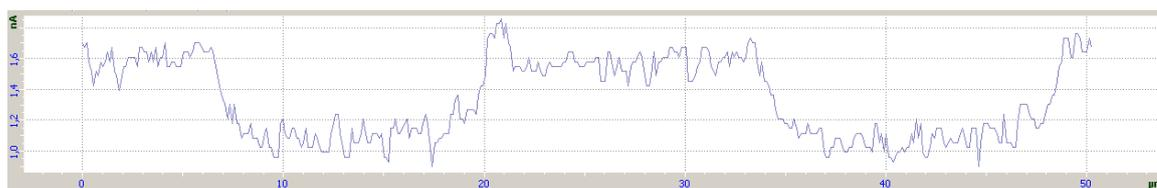

Рис. 9-35. Сигнал Mag
- на панели отображения 1D-данных будет построчно отображаться измеряемый сигнал, выбранный в области отображения 2D-данных (Рис. 9-35);